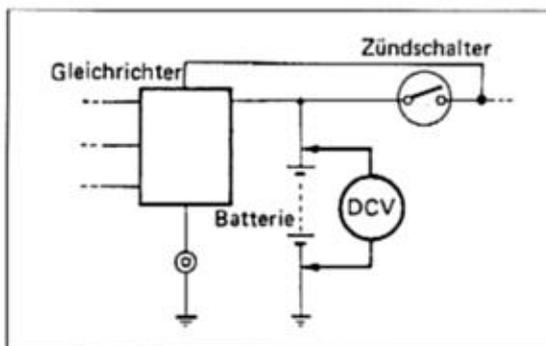

Bild 68
- Voltmeter (DCV → Gleichspannungsbereich) wie in Bild 68 gezeigt zwischen Plus- und Minuspol der Batterie (voll geladen) anschliessen, Motor starten und Drehzahl langsam erhöhen.